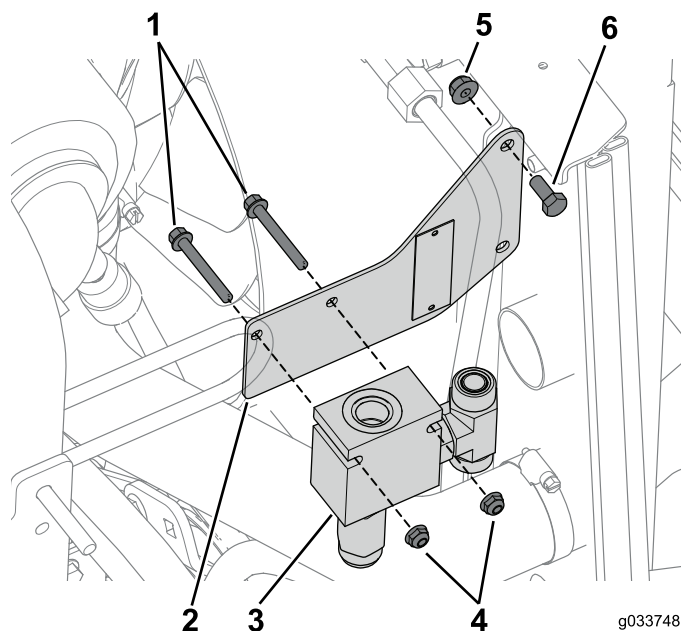

Figure 10
4. Fixez le support du collecteur gauche dans le trou supérieur du support au moyen de 1 boulon ($\frac{5}{16}$ " x $\frac{3}{4}$ ") et 1 écrou à embase ($\frac{5}{16}$ ") (Figure 10).
6. Fixez le collecteur gauche sur le support au moyen de 2 boulons ($\frac{1}{4}$ " x 2") et 2 écrous (Figure 10).